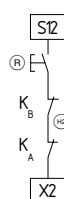

Fig. 3
**Pulsador de rearme externa (con detección de flancos) (véase fig. 3)**